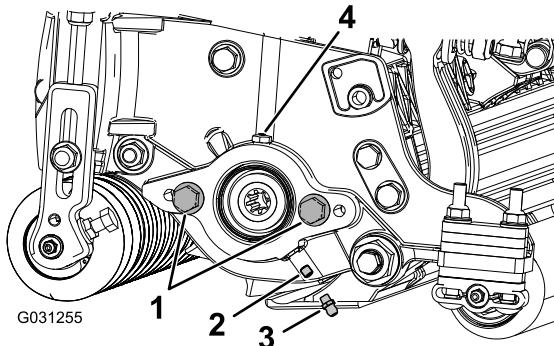

Figura 4
1. Retire e deite fora o parafuso de afinação da placa lateral do motor do cilindro (Figura 4).
2. Instale o bocal de lubrificação reto (Figura 4).
2. Se não existirem parafusos na placa lateral do motor do cilindro, instale-os (Figura 4).
| 5. Lubrifique a placa lateral até que saia lubrificante pela abertura de lubrificação (Figura 4). |